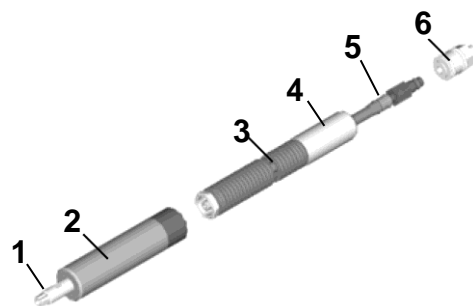

Abb. 1 Druckluftschleifspindel R
- Druckluft- Schleifspindel / Roboterwerkzeug nur am zylindrischen Spannbereich spannen (siehe Kapitel Maschinenbeschreibung Pos. 2 in Abb. 1)!